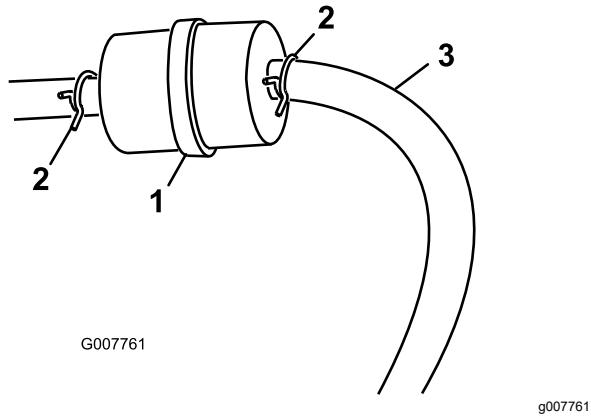

Figura 27
3. Premete le estremità delle fascette stringitubo ed allontanatele dal filtro (Figura 27).
5. Montate un nuovo filtro ed avvicinate le fascette stringitubo al filtro (Figura 27).
3. Allentate la fascetta stringitubo e spostatela in alto sul tubo del carburante, lontano dal filtro del carburante (Figura 27).
4. Scollegate il tubo del carburante dal filtro del carburante (Figura 27).
- Nota:** Lasciate spurgare il carburante in un contenitore o una bacinella di spurgo (Figura 27).
5. Collegate il tubo del carburante al filtro del carburante. Infilate la fascetta vicino al filtro del carburante, per fissare il tubo del carburante (Figura 27).